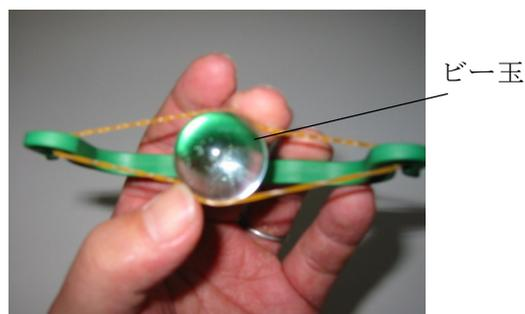

図2 輪ゴムで挟んだビー玉
- 2 方法1の輪ゴムにビー玉を挟み（図2）、ビニールテープで固定する（図3）。